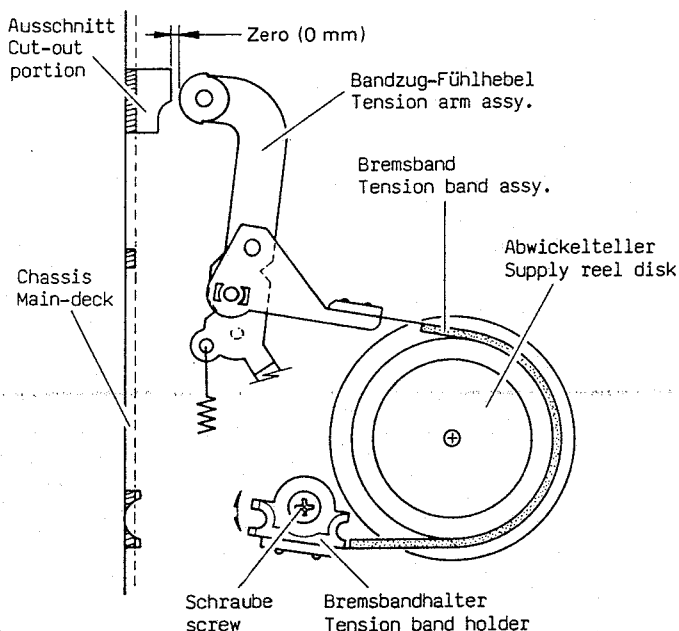

Fig. 1-4-1 Position des Bandzugfühlhebels
2. Die Schraube leicht lösen und den Abstand gemäß Fig. 1-4-1 auf 0 mm einstellen.
2. Loosen screw a little bit, then adjust the tension band holder so that the distance, shown in Fig. 1-4.1, becomes zero (0 mm).